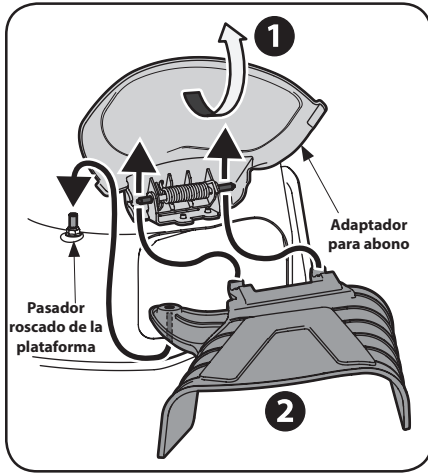

Figura 2-13
1. En el costado de la plataforma de la cortadora, levante el adaptador para abono. Vea la Figura 2-13.
2. Deslice dos ganchos de la tolva de descarga lateral bajo el pasador de bisagra del conjunto del adaptador para abono y ubique el orificio de la tolva sobre y en el pasador roscado de la plataforma que está detrás de la abertura de descarga. Vea la Figura 2-13. Baje el adaptador para abono.